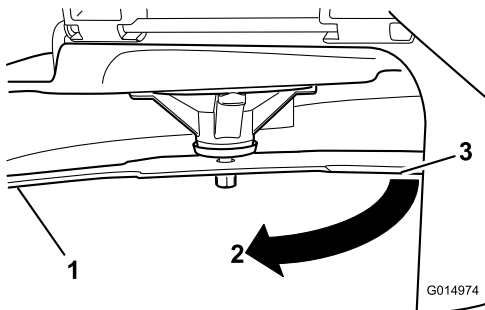

Figura 63
3. Segunda distância medida entre a lâmina e a superfície (B)
4. Rode a mesma lâmina 180 graus para que a extremidade de corte oposta fique na mesma posição (Figura 63).